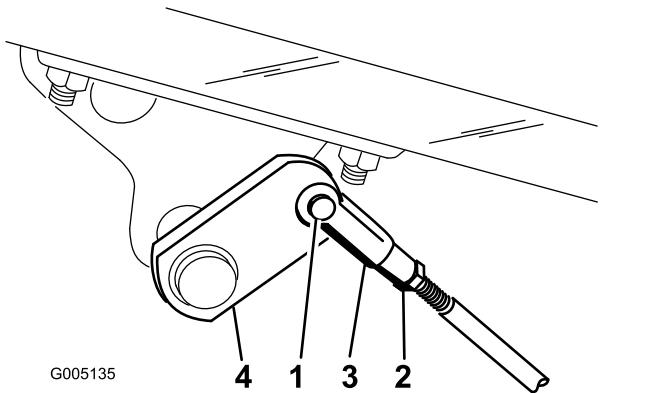

Рисунок 44
- Отсоедините штоки регулировки тормозов, сняв шплинт и шплинтуемый штифт (Рисунок 44).
- Отпустите контргайку и отрегулируйте вилку должным образом (Рисунок 44).
- Присоедините вилку к тормозному валу (Рисунок 44).